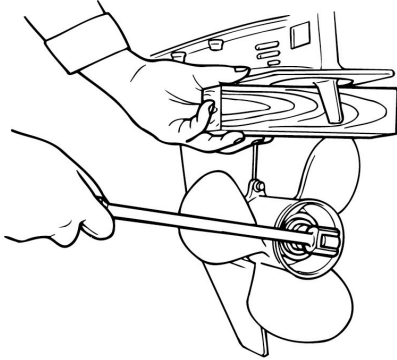

Рис. 50 Фиксация гребного винта с помощью деревянного бруска
2. Поместите деревянный брусок между винтом и антикавитационной пластиной чтобы предотвратить вращение гребного винта (Рис. 50).
3. Чтобы предотвратить вращение гребного винта поместите деревянный брусок между винтом и антикавитационной пластиной (Рис. 50) и затяните гайку гребного винта.